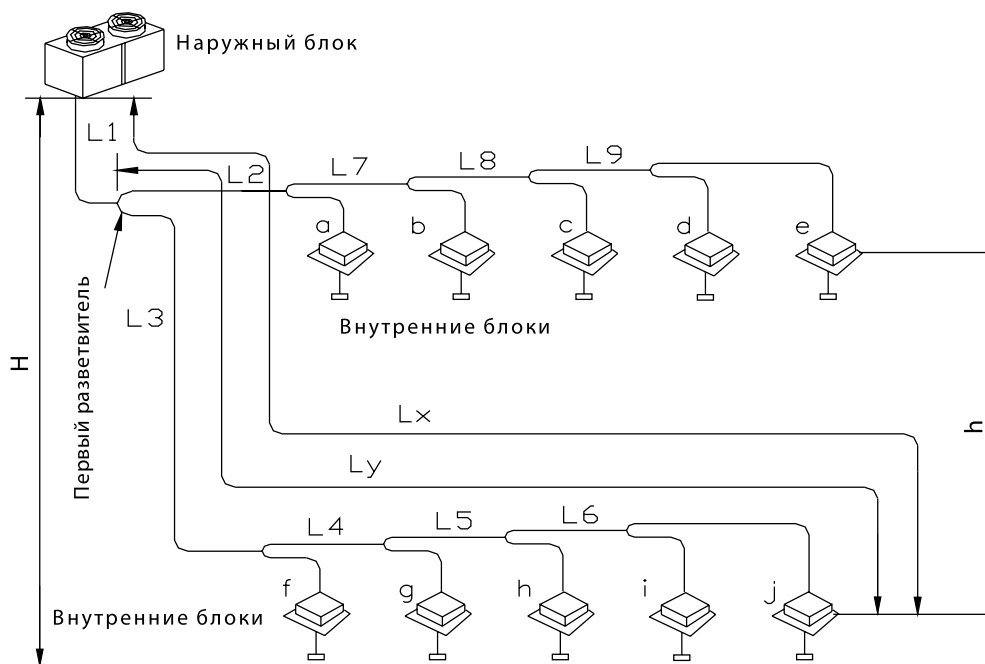

Рис. 6.1
6.1 На Рис. 6.1 и в Таблице 6.1 указаны допустимые параметры фреоновой трассы системы.